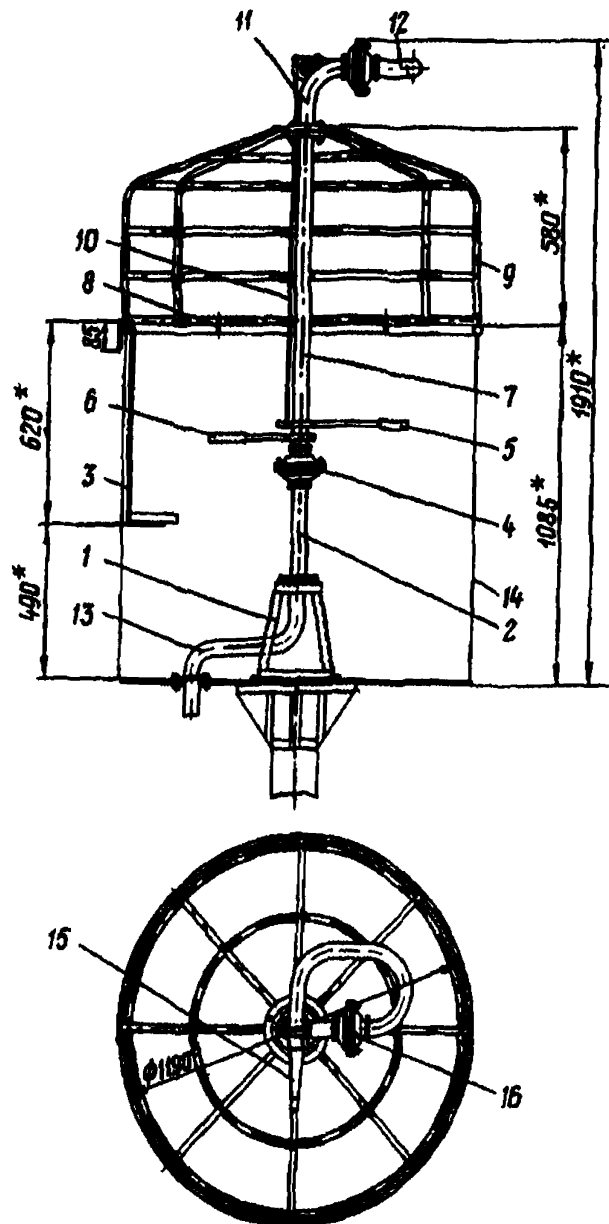

Рис. 1. Струйно-направляющий аппарат для обмыва ВЛ 220-500кВ:
2.5. Защита электромонтера-оператора от воздействия электрического поля при работах на ВЛ 330-500кВ осуществляется защитным экраном, являющимся одновременно конструктивным элементом струйно-направляющего аппарата (рис. 1).
- струйно-направляющим аппаратом (см. рис.1) со стволом и комплектом коническо-цилиндрических насадков с диаметром выходного отверстия 12, 14 и 16мм. Устройство не сложно по конструкции и может быть изготовлено силами энергосистемы. Чертежи устройства можно получить в ПО "Союзтехэнерго" (105023, Москва, Семеновский пер., д.15);
- защитным экраном 9, устанавливаемым на корзине телескопической вышки (см.рис.1);